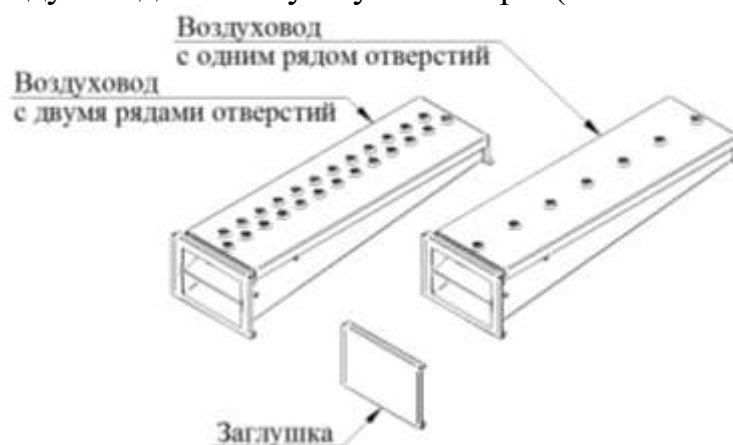

Рис. 13
3. Вынуть воздуховоды и заглушку из камеры (см. Рис. 13).